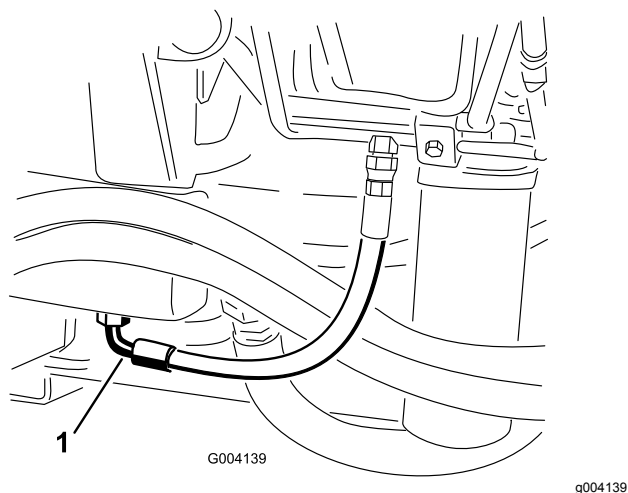

Figura 102
3. Coloque um recipiente de escoamento grande debaixo da união presa à parte de baixo do reservatório do fluido hidráulico (Figura 102).